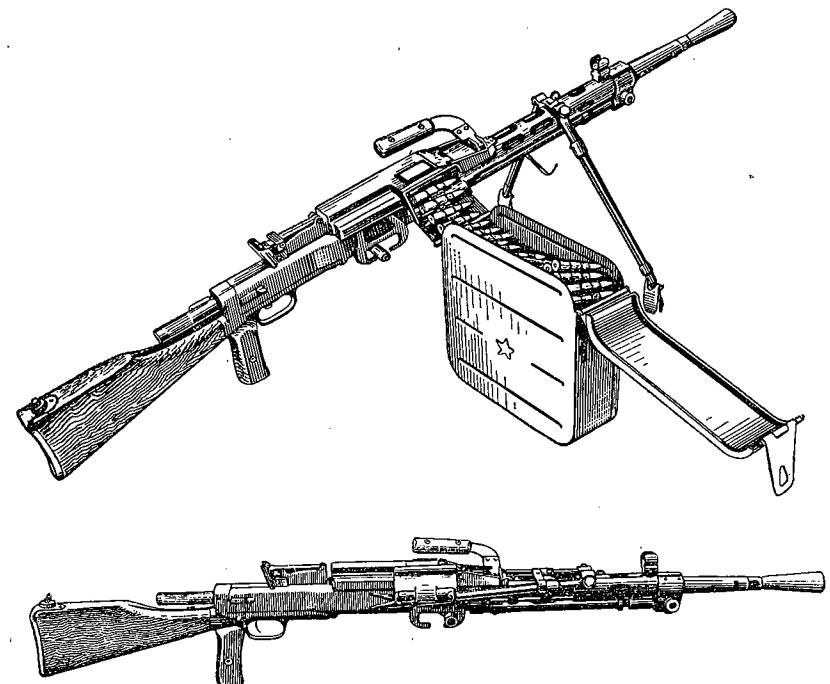

Рис. 1. Общий вид 7,62-мм ротного пулемета обр. 1946 г. в боевом и походном положениях
1. 7,62-мм ротный пулемет обр. 1946 г. (рис. 1) является автоматическим огнестрельным оружием, предназначенным для вооружения стрелковых подразделений.